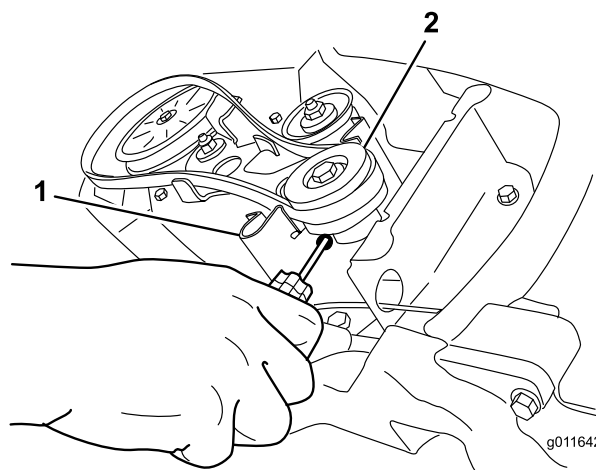

Figure 32
5. Insérez un tournevis dans le trou du guide de courroie, comme illustré à la Figure 32, et fléchissez le guide vers la poulie suffisamment pour permettre à la courroie de passer.